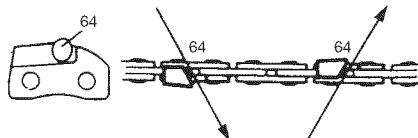

Fig. 40
Limar (64) la cuchilla en un lado de la cadena desde adentro hacia afuera. Limar sólo du-rante el desplazamiento hacia adelante. (Fig. 40)